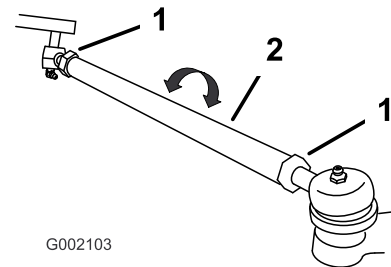

Figura 33
2. Si la medida no está dentro del intervalo especificado (consulte las dimensiones y los parámetros que figuran al principio de este procedimiento), afloje las contratuercas en ambos extremos de las bielas (Figura 33).